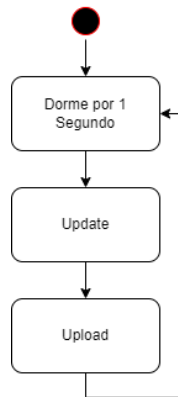

Figura 5: Fluxo da função executar
- `executar(void)`: executa o loop principal do programa. A Figura 5 apresenta o fluxograma de execução dessa função.